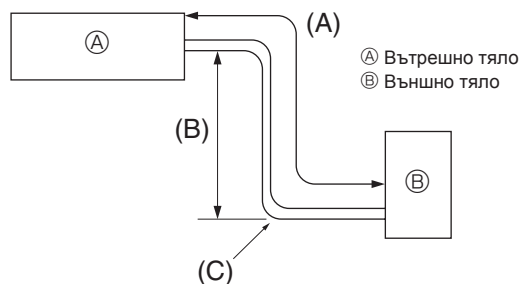

Fig. 5-1
5.1. Тръба за хладилен агент (Fig. 5-1)